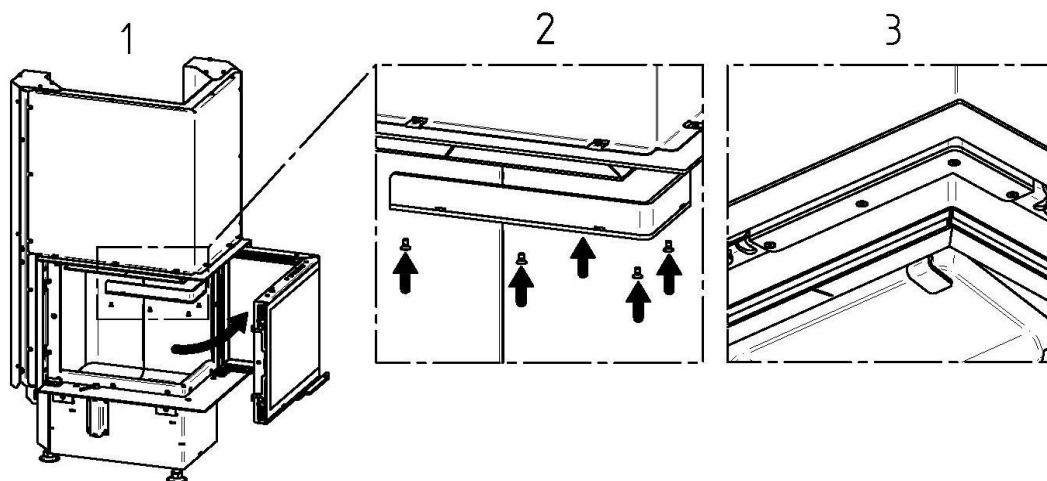

Рис. 12
- **Угловая топка с подъемным механизмом** (Рис. 12 – модель 50/35/45)